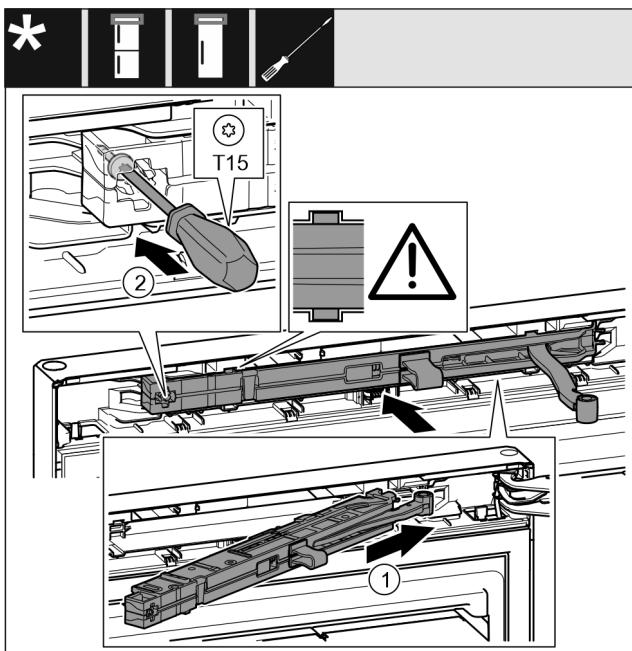

Fig. 49
- Ωθήστε τη μονάδα αποσβεστήρα κλεισίματος στην πλευρά του στηρίγματος μέχρι να τερματίσει λοξά στην εγκοπή. Fig. 49 (1)
- Σφίξτε τη βίδα με κατσαβίδι T15. Fig. 49 (2)